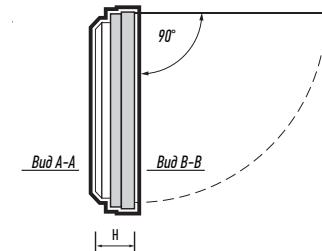

Рис. 2 Установка светильника
- Защелкнуть светильник в монтажную скобу до упора (Рис. 2).